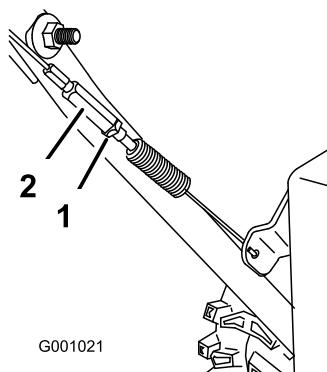

Рисунок 26
3. Затяните контргайку (Рисунок 26).